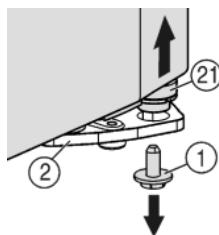
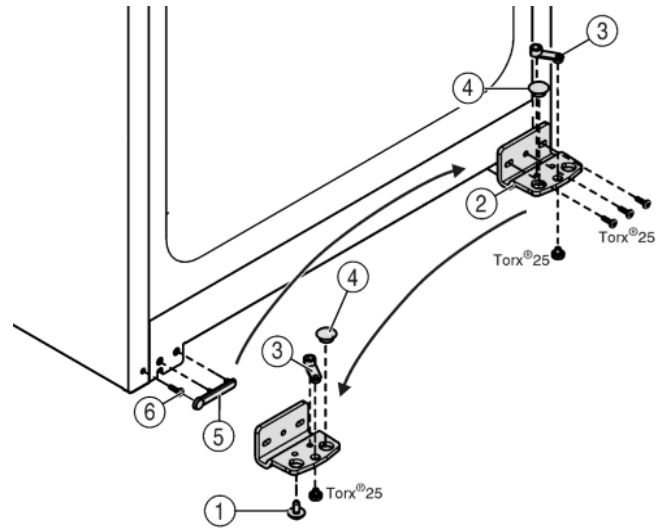

Fig. 4
Fig. 5
- ▶ Rechts onder aan de lagerbus de borgschroef Fig. 4 (1) uitdraaien.
- ▷ De lagerbout Fig. 4 (21) komt uit de lagerbus Fig. 5 (2) los.
- ▶ Indien de lagerbout Fig. 4 (21) niet kan worden losgedraaid, de bout van onderaf naar buiten drukken.
- ▶ Lagerbus Fig. 5 (2) losschroeven.
- ▶ Lagerdeel Fig. 5 (3) losschroeven en in het tegenoverliggende opnamegat van de lagerbus omzetten en weer vastschroeven.
- ▶ Stop Fig. 5 (4) uit de lagerbus verwijderen en in de tegenoverliggende opening van de lagerbus omzetten.
- ▶ Afdekking Fig. 5 (5) aan kant van de greep voorzichtig wegnemen.
- ▶ Schroef Fig. 5 (6) uitdraaien en aan de andere kant weer indraaien.
- ▶ Afdekking Fig. 5 (5) weer terugplaatsen.
- ▶ Lagerbus Fig. 5 (2) aan de nieuwe scharnierzijde evt. met behulp van een accuschroevendraaier weer **goed (met 4 Nm)** vastschroeven.
- ▶ Borgschroef Fig. 4 (1) onder in de lagerbout draaien en vastschroeven (met 4 Nm).